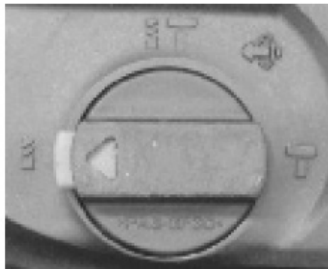

Fig. 4 – Posição para perfuração sem impacto
- Na perfuração sem impacto o mandril tem apenas o movimento de rotação. Esta função é utilizada em madeiras, metais, polímeros, entre outros. Deve ser utilizado um adaptador SDS para mandril convencional (não acompanha o produto). Para selecionar a função, basta pressionar a trava de segurança e girar o seletor (5) para a posição  (Fig. 4).